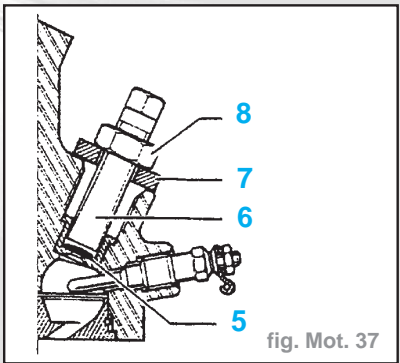

fig. Mot. 37
- Obstruer le trou (5) du protège-injecteurs avec de la graisse (fig. Mot. 37).